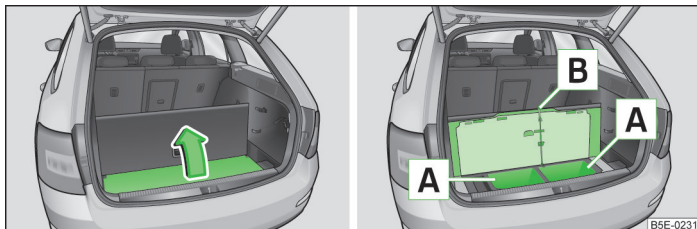

Fig. 93 Ridicați mocheta / compartimentele de depozitare de sub mocheta
- Ridicați mocheta în sensul săgeții » fig. 93.